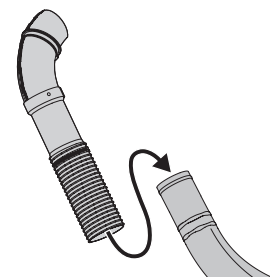

Figure 34
- Placez la goulotte supérieure dans le coude de la goulotte comme indiqué dans la Figure 34.